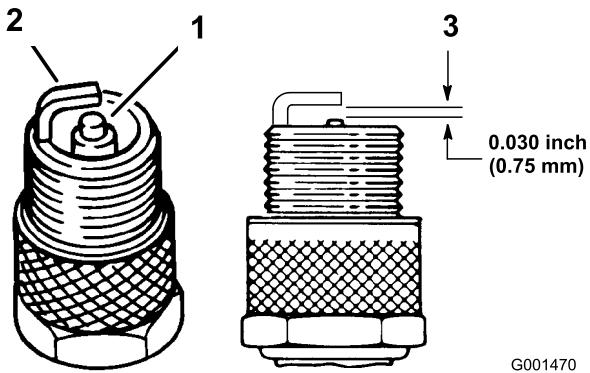

Figura 43
4. Controllate le condizioni degli elettrodi laterale e centrale, e dell'isolatore dell'elettrodo centrale, per accettare che non siano danneggiati (Figura 43).
5. Impostate la distanza tra il centro e il lato degli elettrodi a 0,76 mm (Figura 43).